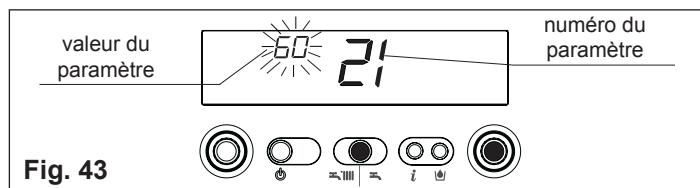

Fig. 43
- appuyez sur la touche ENTER pour accéder à la modification de la valeur du paramètre. Lorsque vous appuyez sur la touche ENTER la valeur configurée auparavant clignote (fig. 43)